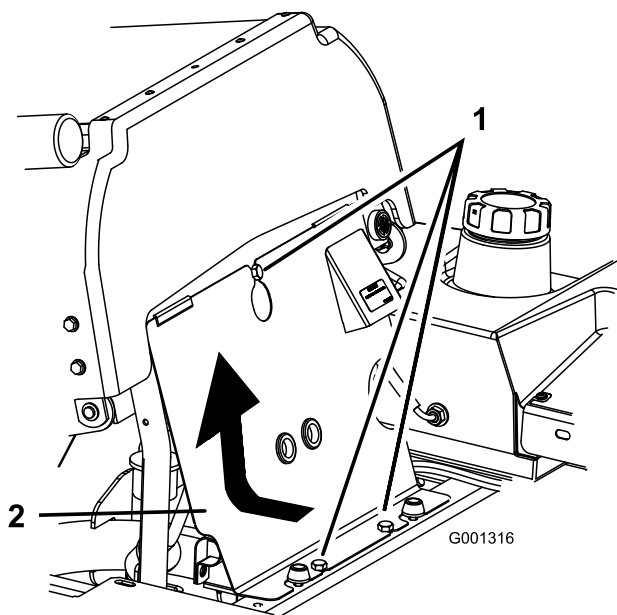

Figure 42
1. Basculez le siège en avant, desserrez les boulons et déposez le panneau avant du moteur (Figure 42).